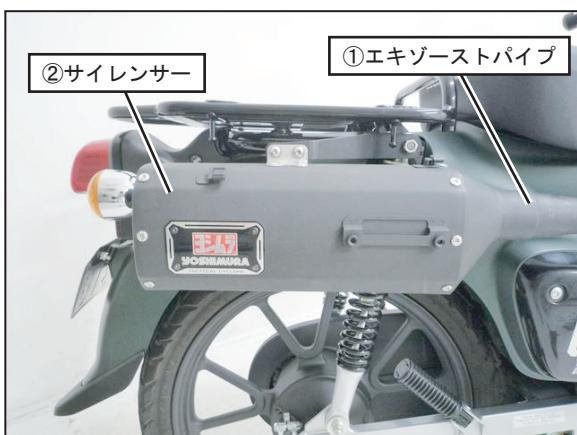

FIG. 7
7. ①エキゾーストパイプに②サイレンサーを取り付け、スプリング取付工具を使用して⑩マフラー弹簧を取り付けて下さい。（FIG. 7, 8参照）